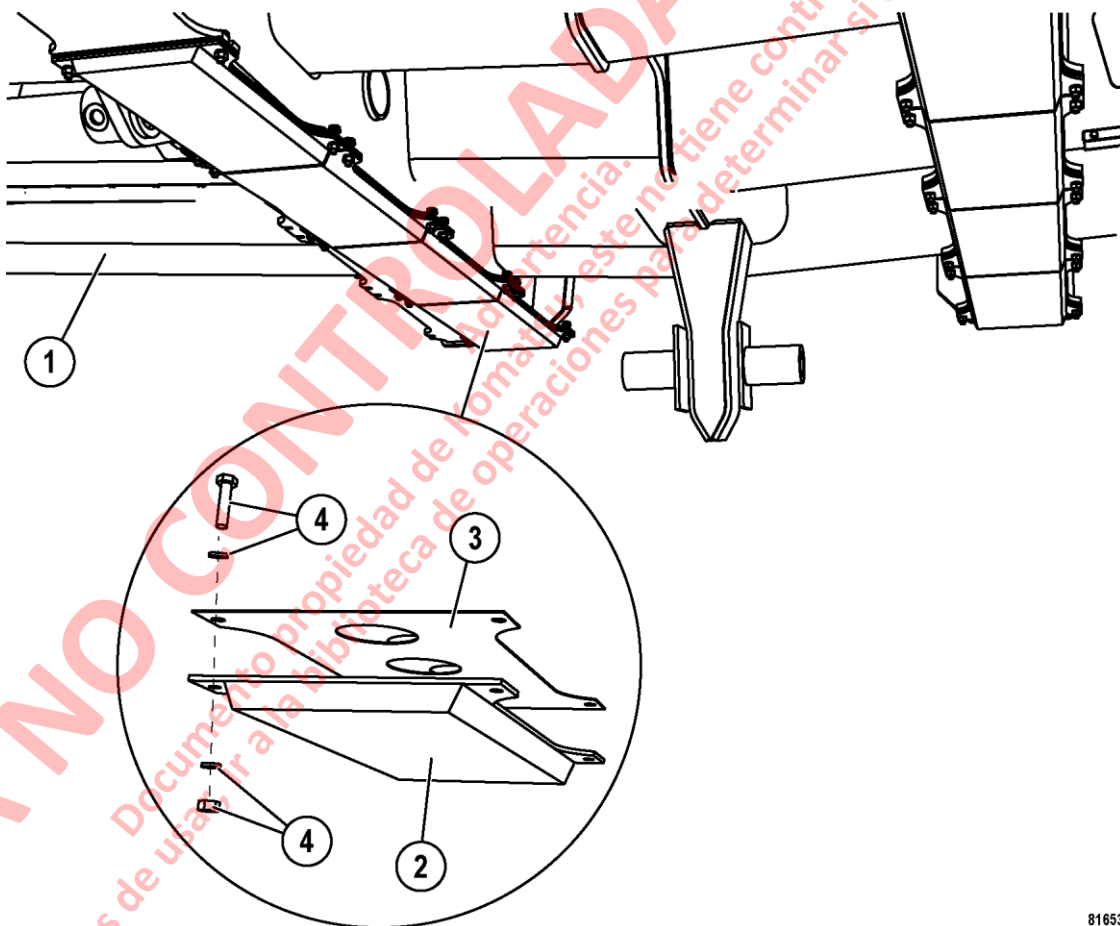

FIGURA 3-4. INSTALACIÓN DE LA ALMOHADILLA DE TOLVA
1. Suba la tolva sin carga (1 Figura 3-4) a una altura suficiente para poder acceder a todas las almohadillas.